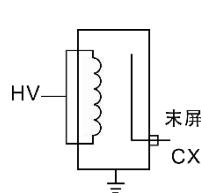

图 6-6 CT 接法
(2) : 正接法、电压为 10KV、一次侧对末屏 (常用)、接线参考图 6-6